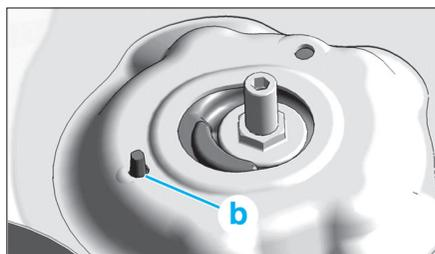

Fig. 6a
- Engager l'ensemble d'amortisseur en "b" (Fig.6a).